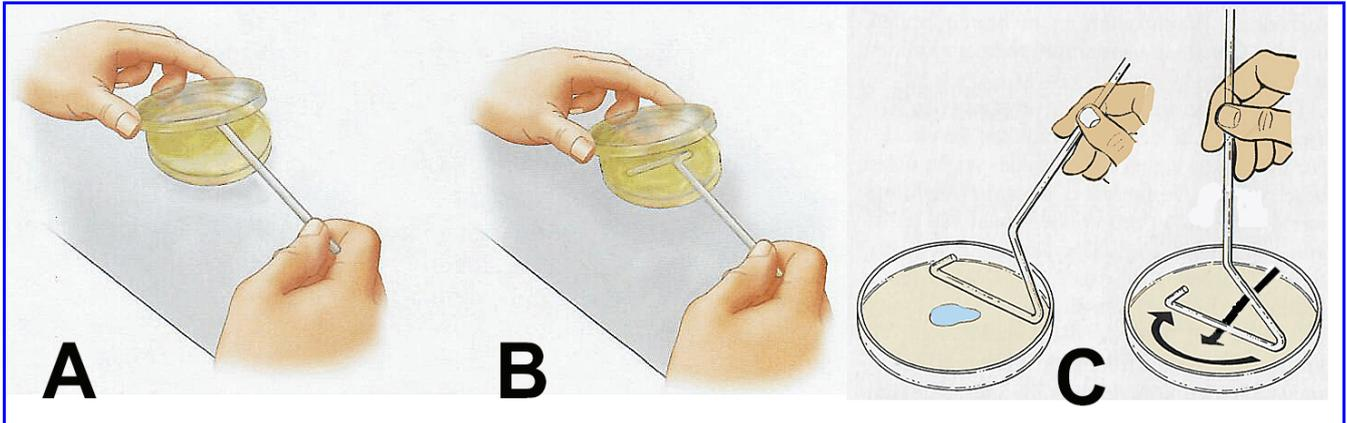

Abb. 2. Ausplattieren einer auf der Malzagaroberfläche eingebrachten Hefesuspension.
13. In der Mitte aufgetropfte hefehaltige Flüssigkeit wird nun mit dem abgekühlten sterilen Drigalskispatel gleichmässig auf der MA-Oberfläche verteilt: durch Drehen der Bodenplatte und gleichzeitig durch Hin- und Herziehen des Drigalskispatels (cf. Abb. 2). Der Drigalskispatel wird anschliessend wieder in den Alkoholbehälter zurück stellen